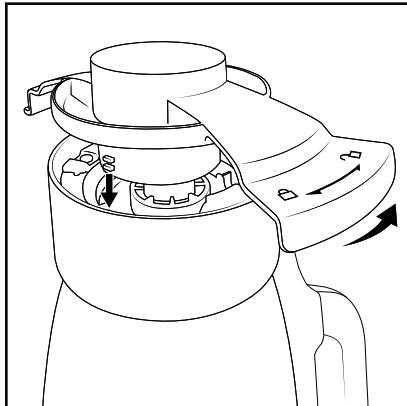

Fig. 4
- Îndepărtați cu ajutorul elementului de blocare a capacului **14** cuțitul **17**. Așezați în acest scop elementul de blocare a capacului **14** în piedicile de pe partea inferioară a cuțitului **17** și roțiți-l în sens antiorar până când se poate scoate cuțitul **17** (fig. 4).